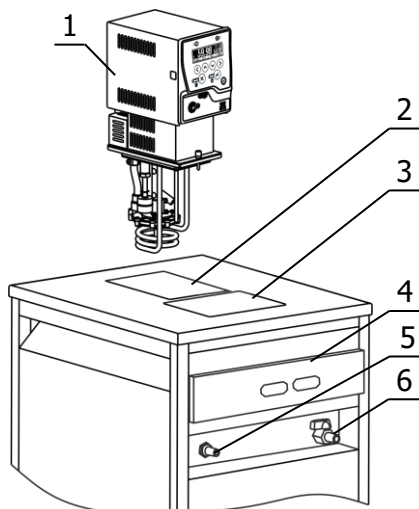

Рисунок 2 — Установка блока регулирования
2.2.3 Блок регулирования 1 погрузить в отверстие 2 (рисунок 2) и закрепить винтовыми фиксаторами на крышке термостата.
2.2.5 К переливному штуцеру 5, расположенному под съемной панелью 4 (рисунок 2), присоединить гибкий шланг, второй конец которого опустить в емкость для сбора излишков теплоносителя объемом 1.5–2 литра. Съемную панель 4, оснащенную магнитами, удобно хранить на любой панели термостата.
2.2.6 Заполнить ванну термостата теплоносителем через отверстие над рабочей зоной 3 (рисунок 2) до момента начала слива теплоносителя из переливного штуцера 5. Температурный диапазон применения теплоносителя должен соответствовать значениям, указанным в 1.2.6.
2.2.11 Для заполнения соединительных шлангов и устранения воздушных пробок при первом запуске термостата, необходимо включить блок регулирования в режиме прокачки. При работе циркуляционного насоса уровень теплоносителя во внутренней ванне понизится, что может привести к срабатыванию защиты от недостаточного уровня теплоносителя. Доливать теплоноситель следует до тех пор, пока он не начнет переливаться через штуцер 5 (рисунок 2).
2.4.2 Присоединить сливной шланг из комплекта поставки к крану 6, расположенному под съемной панелью 4 (рисунок 2), и закрепить его хомутом. Свободный конец шланга опустить в емкость для сбора теплоносителя объемом, превышающим суммарный объем ванны термостата и внешнего потребителя.